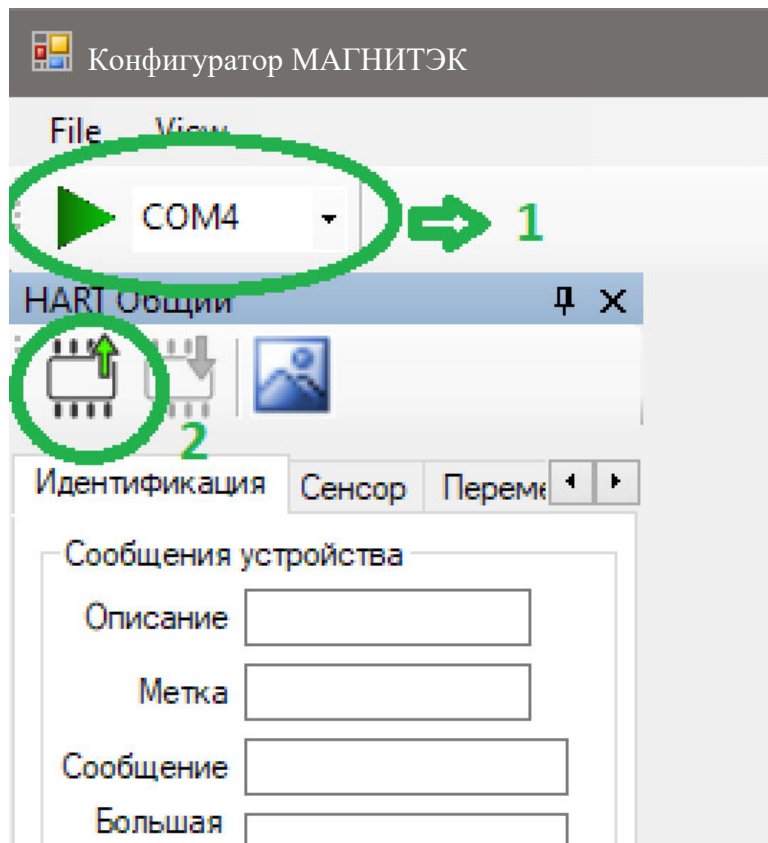

Рисунок 14 - Выбор COM порта
- Выбрать COM порт (рисунок 14);